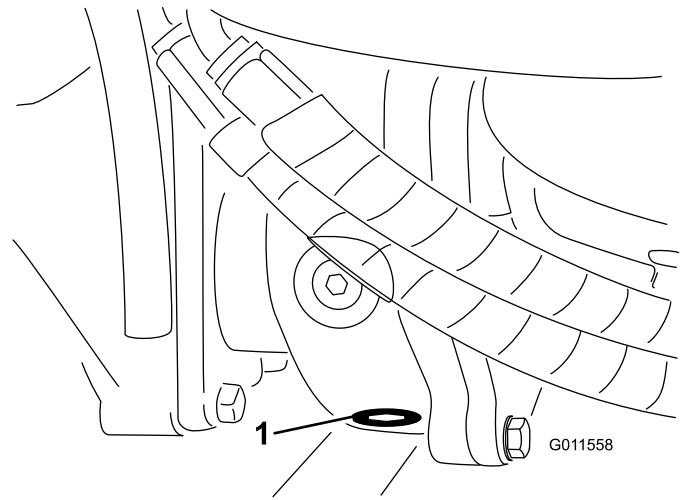

Figura 64
5. Limpe a zona em redor do tampão de escoamento no fundo da caixa de engrenagens (**Figura 64**).